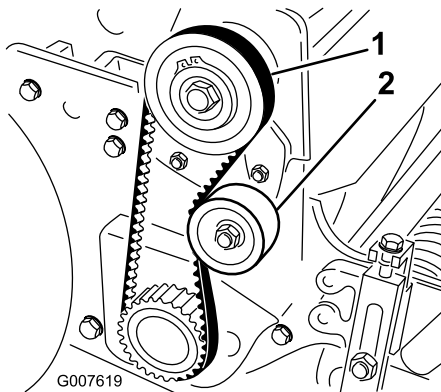

Figura 29
2. Compruebe la tensión presionando la correa en el punto intermedio entre las poleas (Figura 29) con una fuerza de 1,8 a 2,3 kg. La correa debe desviarse 6,4 mm.
- A. Afloje la tuerca de montaje de la polea tensora y pivote la polea tensora en el sentido de las agujas del reloj contra la parte trasera de la correa, hasta obtener la tensión deseada (Figura 29).